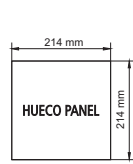

FIG.4
- Realizar un hueco en el panel de las dimensiones descritas. (Fig.4)